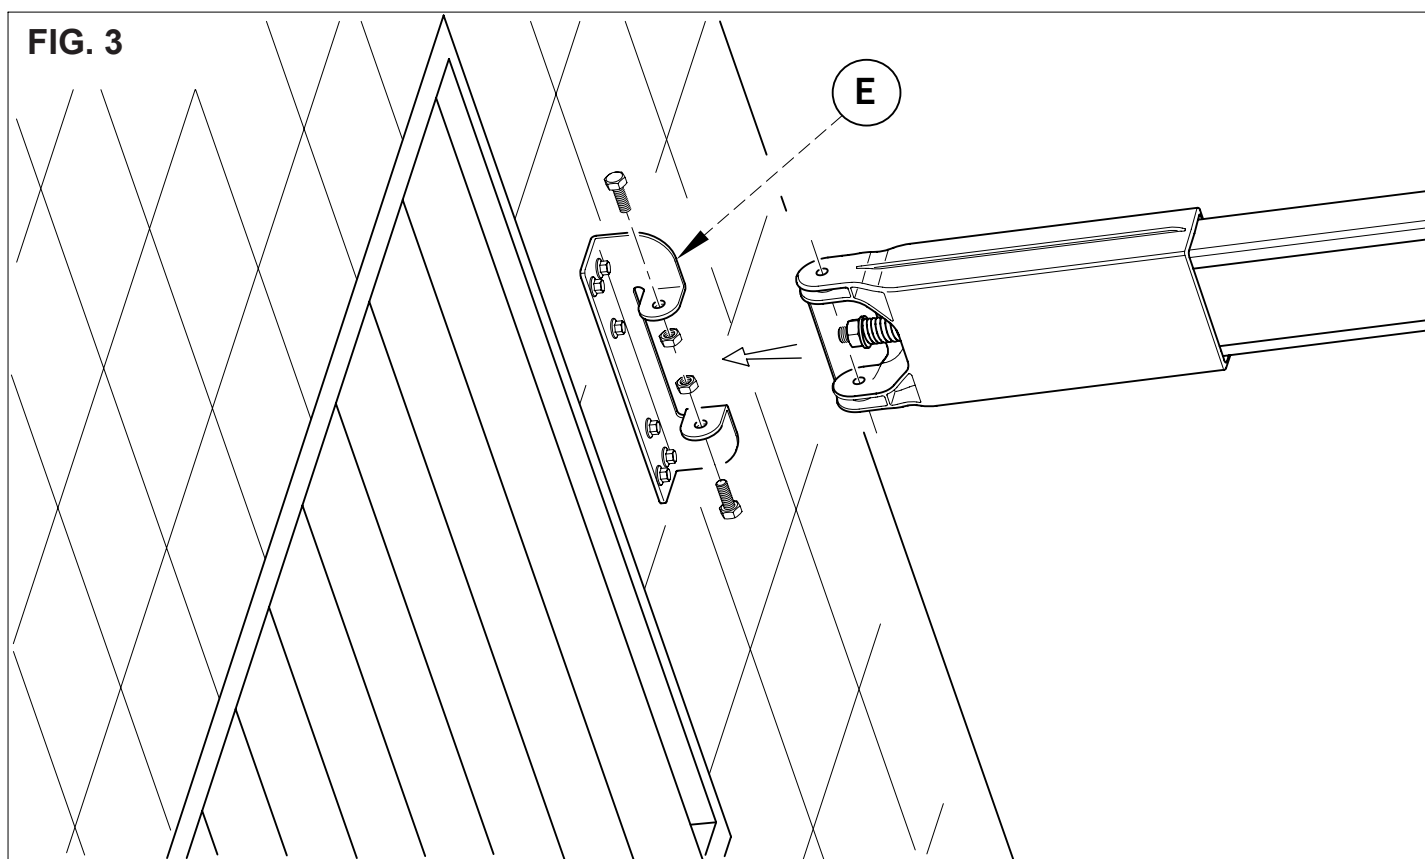

FIG. 4
- 2) Fissare le staffe di fissaggio a soffitto (F), appena prima del corpo motore, in prossimità del punto individuato per il fermo meccanico, facendo attenzione al fissaggio in bolla dell'automazione. Eventualmente rimuovere le parti in eccedenza (fig. 4).
- 2) Fix the brackets on the top floor (F) near the mechanical stop chosen. Pay attention, the automation must be in level. Possibly remove the surplus parts (Fig. 4).
- 2) Befestigen Sie die Bügel an der Decke (F), in der Nähe von gewählten mechanischen Anschlag. Passen Sie auf, das gerade ausgerichtete Unterteil einsetzen. Möglicherweise, etwaige Überstände abschneiden. (Fig. 4).
- 2) Fixer l'étrier de fixation au plafond (F), juste avant du corps du moteur, près du point individué par l'arrêt mécanique, en faisant attention à fixer l'automation en horizontal. Eventuellement enlever les parties en surplus (fig. 4).
- 2) Fije los estribos al techo (F), delante del motor, cerca de la posición elegida para el seguro mecánico. La automatización tiene que ser nivelada. Posiblemente quitar el exceso (Fig. 4).
- 2) Fixe os suportes de montagem no tecto (F), um pouco antes da carcaça do motor. Remova o que sobrar do suporte (Fig. 4)